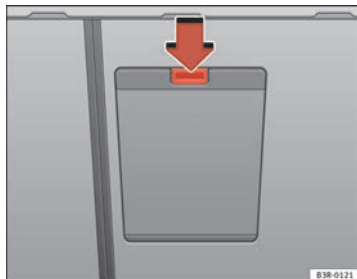

Fig. 119 Vue partielle de l'arrière des places arrière : cache du fourreau
- Appuyez sur la touche de déverrouillage du cache du fourreau ⇒ fig. 119 -flèche- et basculez le cache vers le bas.